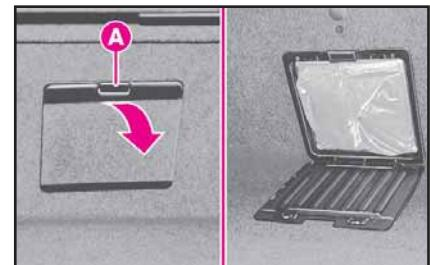

fig. 208
5) por el maletero baje la tapa presionando la manilla **A** (fig. 208).